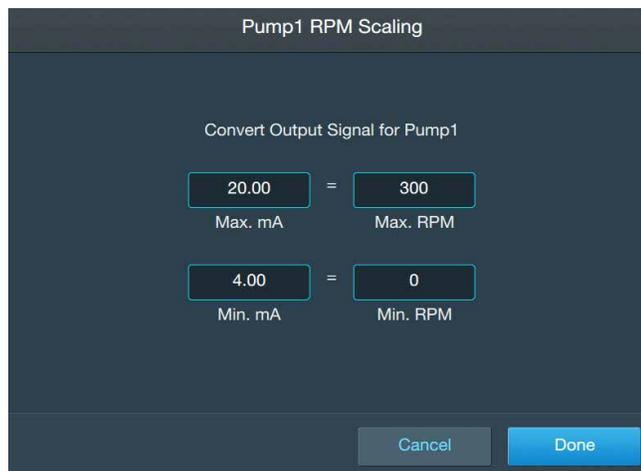

Abbildung 3.29. Bildschirm „Pump RPM Scaling“ (Pumpen-Drehzahlskalierung).
2. Im daraufhin angezeigten Bildschirm (Abbildung 3.29) werden Sie dazu aufgefordert, die Drehzahlwerte einzugeben, die auf der Touchscreen-Konsole nach der Konvertierung des Ausgangssignals (in mA) angezeigt werden sollen. Wenn Sie fertig sind, tippen Sie auf „Done“ (Fertig).